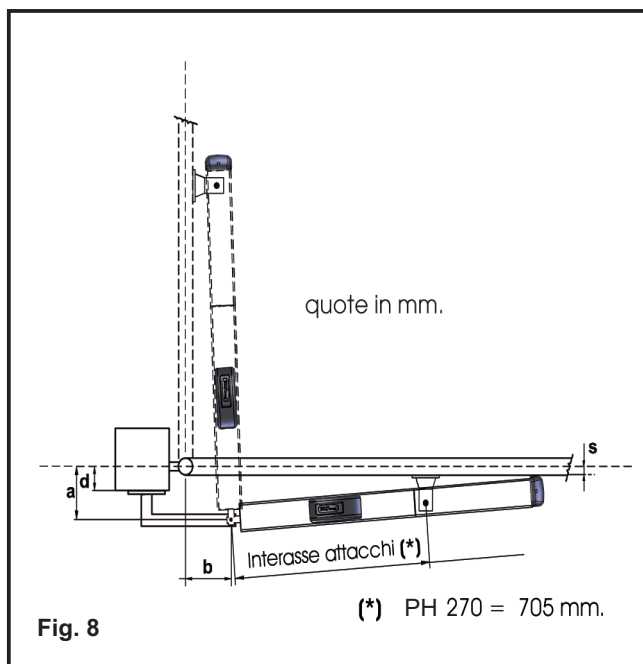

Fig. 8
**3.3. FISSAGGIO ATTUATORE PH CON APERTURA CANCELLO VERSO L'ESTERNO (fig. 8)**